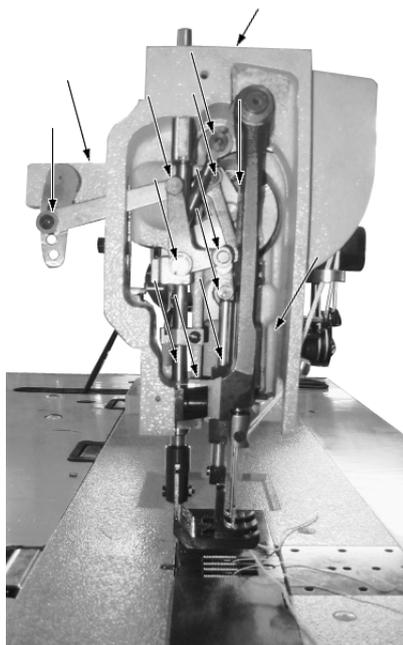

图 2
四. 注油 (图 2、3、4、5、6)
1) 图 2、3、4、5 箭头标注处需加油润滑。